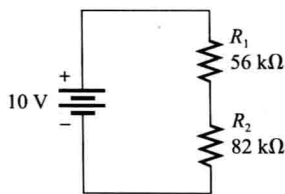

图 4-93 测试题 5 答案
5. 见图 4-93, $V_{R_1} = (56\text{k}\Omega / 138\text{k}\Omega) \times 10\text{V} = 4.06\text{V}$,